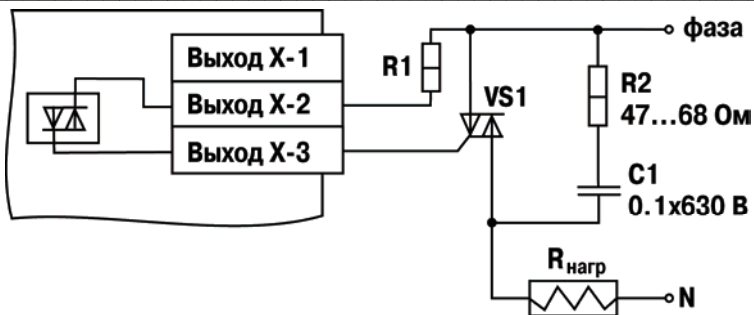

Рис. 5.2. Схема подключения оптосимистора
**Оптосимистор** включается в цепь управления мощного симистора через ограничивающий резистор R1 по схеме, показанной на рис. 5.2. Значение сопротивления резистора R1 определяет величину тока управления симистора.